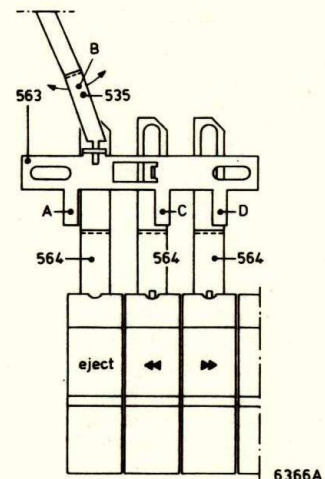

Fig. 44
Lip A van beugel pos. 563 mag de kassetteontgrendeldruktoets niet blokkeren. Dit instellen door gedeelte B van de beugel 535 te verbuigen (zie fig. 44).
De "wind" en "rewind" druktoets mogen nu niet door de lippen C en D van beugel 563 geblokkeerd worden (zie fig. 44).